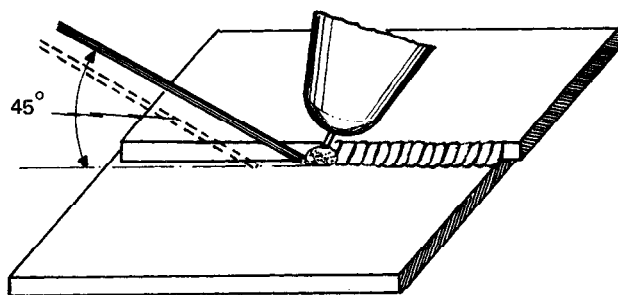

Figura 3.24
2. La inclinación y el movimiento que se debe dar a la varilla de metal de aporte están indicados en la figura 3.24.